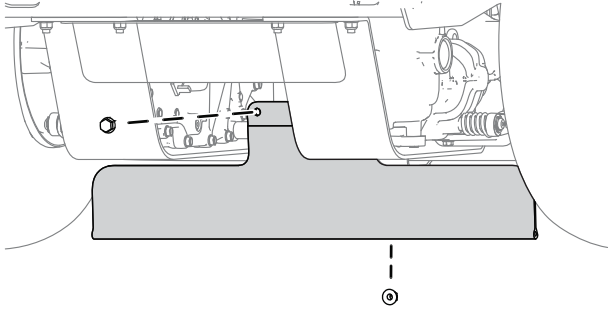

Figura 5
3. Instale el protector usando 2 pernos (5/16" x 3/4") y 2 tuercas (5/16"), como se muestra en la Figura 5. El protector debe poder pivotar hacia adelante y hacia atrás.